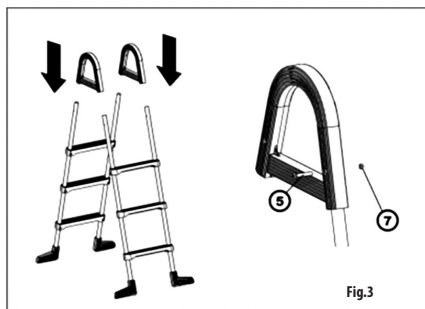

Fig. 3
Introduisez les échelles montées dans les arcs (2) (**Fig. 3**), bloquez-les à l'aide des vis correspondantes (5). Faites attention à ce que leur orientation (les têtes des vis devraient être orientées « vers l'extérieur » de l'échelle).
Skjut in fömonterade stegen i plastbågar (2) (Fig. 3) och skruva ihop med medföljande skruvar (5). Se till att stegen är riktade åt rätt håll (skruvtoppar skall riktas „ut“ från poolstegen).